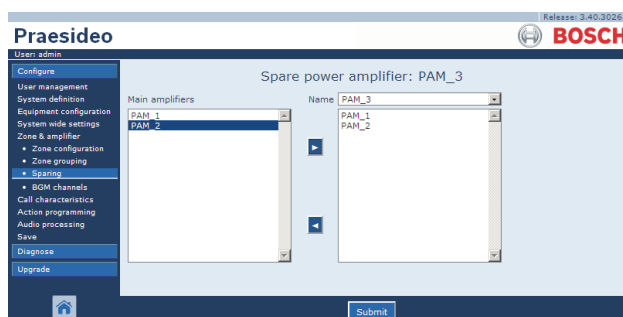

figura 46.14: Elementi ausiliari, passaggio 4
- 4 Fare doppio clic sull'amplificatore principale selezionato o fare clic sul pulsante > per assegnare l'amplificatore principale all'amplificatore ausiliario. Nella cornice principale dell'interfaccia web, appare una schermata simile a quella in figura 46.14.